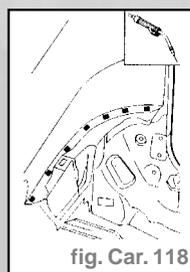

fig. Car. 118
- Effectuer la soudure à remplissage (rivetage) dans les trous réalisés précédemment sur l'élément de rechange (fig. Car. 118, 119 et 120).